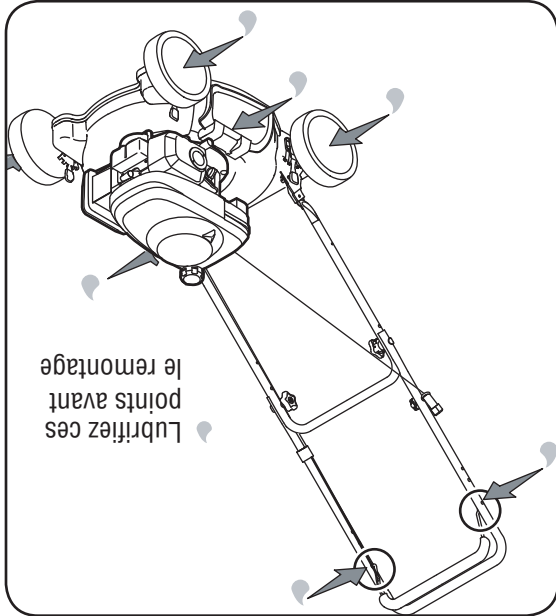

Figure 10
1. Lubrifiez les points de pivot de la poignée de commande de la lame au moins une fois par saison avec une huile légère. La commande de la lame doit fonctionner facilement dans les deux sens. Voir la Figure 10.
3. Le ressort de torsion et le point de pivotement doivent être lubrifiés régulièrement avec une huile légère pour empêcher la rouille. Voir la Figure 10.